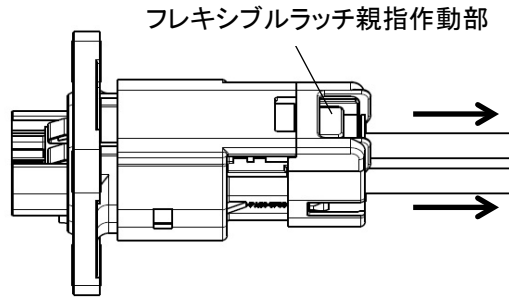

Fig.24
- 7.1. メスコネクタフレキシブルラッチ上の親指作動部を完全に押し下げます。(Fig.24 参照)